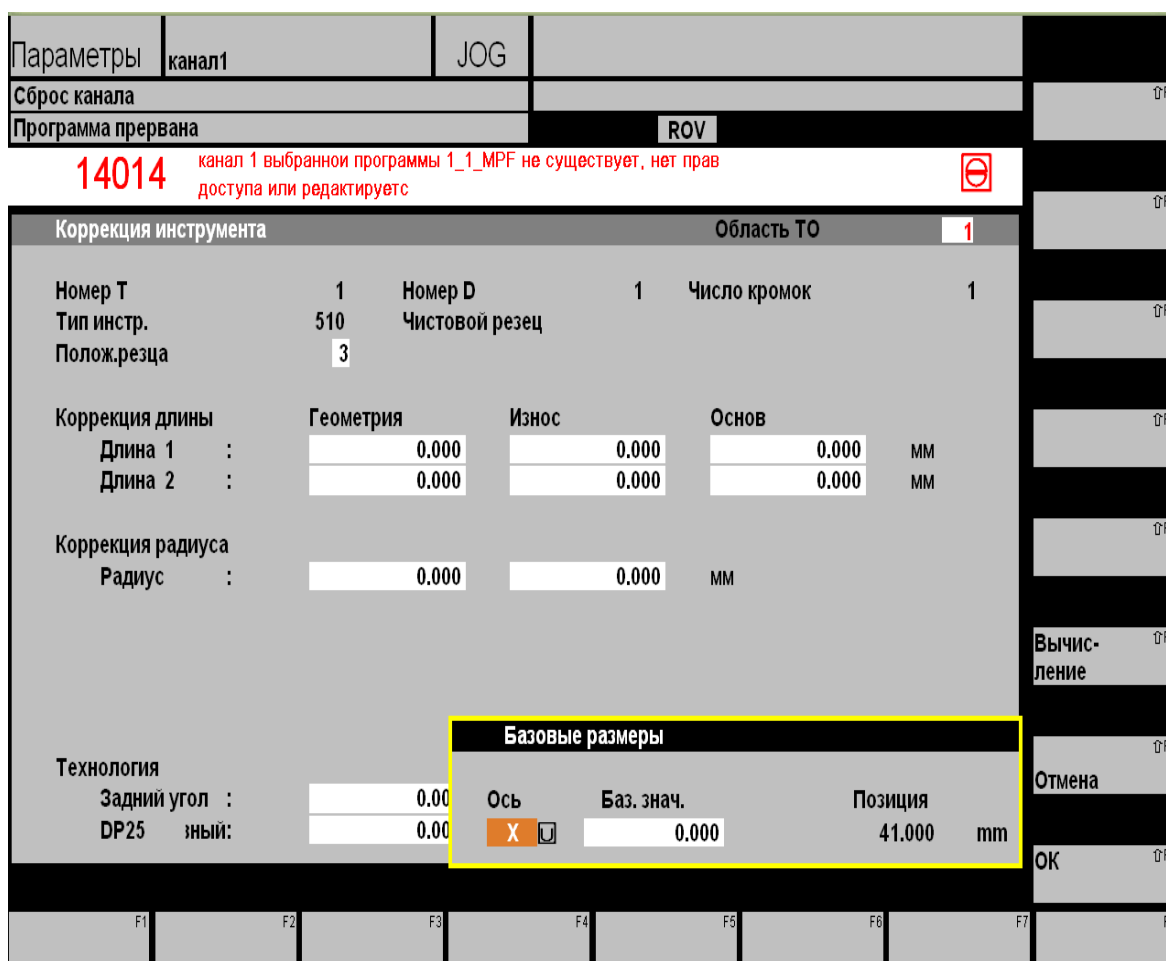

Рис. 12. Операционная зона «Параметры – определение коррекции»
12. В поле «Базовые размеры» установить ось Z (рис. 12).